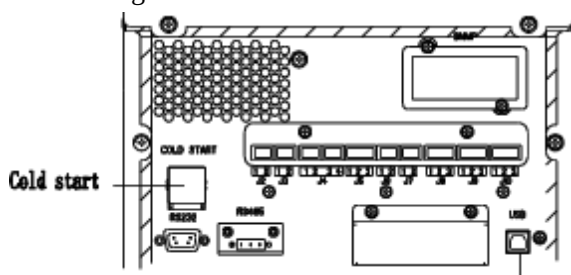

Figura 4-1 Posici3n del bot3n de arranque en fr ío de la bater ía
- 2) Mantenga pulsado el bot3n rojo de arranque en fr ío de la bater ía hasta que el indicador "BAT" se ponga verde intermitente, esto indica que el sistema se est3 alimentando de las bater ías. La posici3n del bot3n de arranque en fr ío de la bater ía se muestra en la figura 4-1.